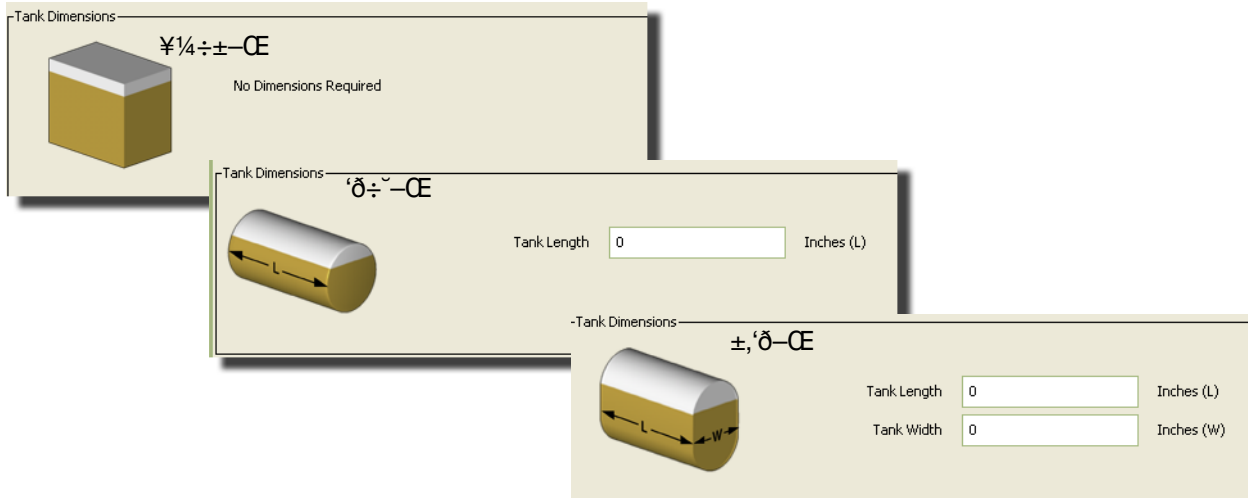

图 102
- **料桶形状：**选择垂直形（默认设置）、圆柱形或扁圆形。圆柱形和扁圆形料桶需要进一步的尺寸资料（见图 102）。